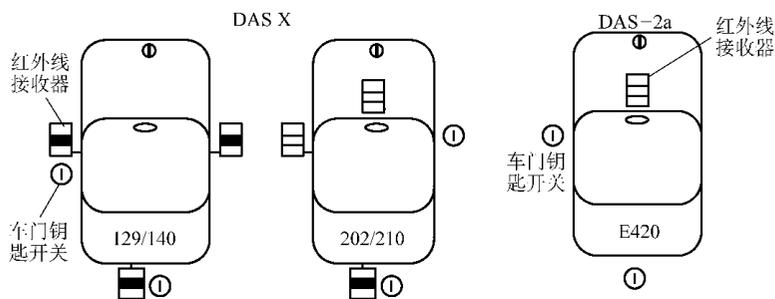

图 6-10 红外线接收器位置图
(3) DAS-2a 与 DAS-X 的差异。DAS-2a 将驾驶者识别系统（DAS）电脑及红外线接收（RCL）电脑合成一体，但 DAS-X 则将驾驶者识别系统（DAS）电脑与红外线接收（RCL）电脑分开，且驾驶者识别（DAS）系统电脑将控制信号（车门开启、关闭及防盗动作/解除信号）传送到气动式中控电脑（PSE）、电动窗/天窗电脑（CF）及防盗电脑（ATA），如图 6-10 所示。